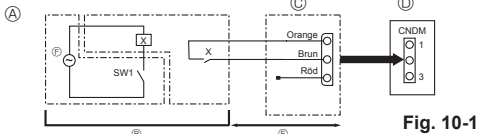

Fig. 10-1
10.1. Lågsta ljud-nivå (ändring på plats) (Fig. 10-1)